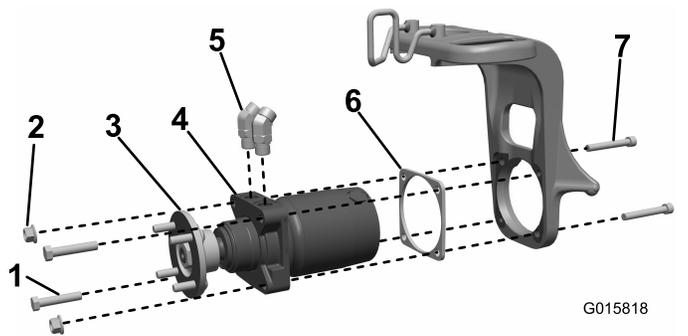

Figura 3
1. Instale los acoplamientos hidráulicos de 45° en el motor de la rueda, orientándolos aproximadamente como se indica en la Figura 3. No apriete los acoplamientos.